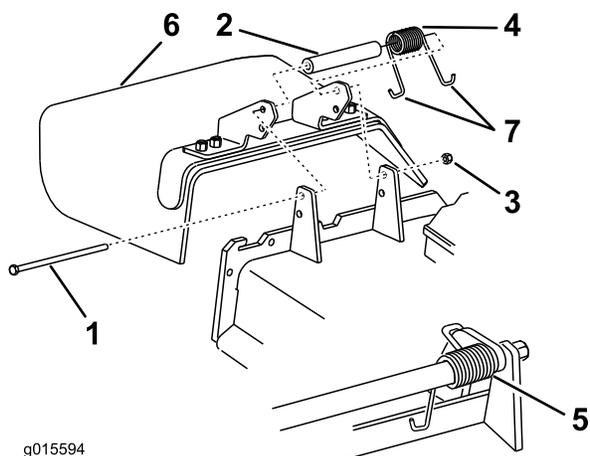

Figura 89
1. Retire a porca de bloqueio, o parafuso, a mola e a cunha que fixam o deflector aos apoios de articulação (Figura 89). Se o deflector de relva estiver danificado ou gasto, retire-o.
Nota: Certifique-se de que a extremidade em J de mola está montada por trás da extremidade da plataforma antes de colocar o parafuso como apresentado em Figura 89.
3. Coloque o parafuso e a porca. Coloque uma extremidade em gancho J da mola em torno do deflector de relva (Figura 89).